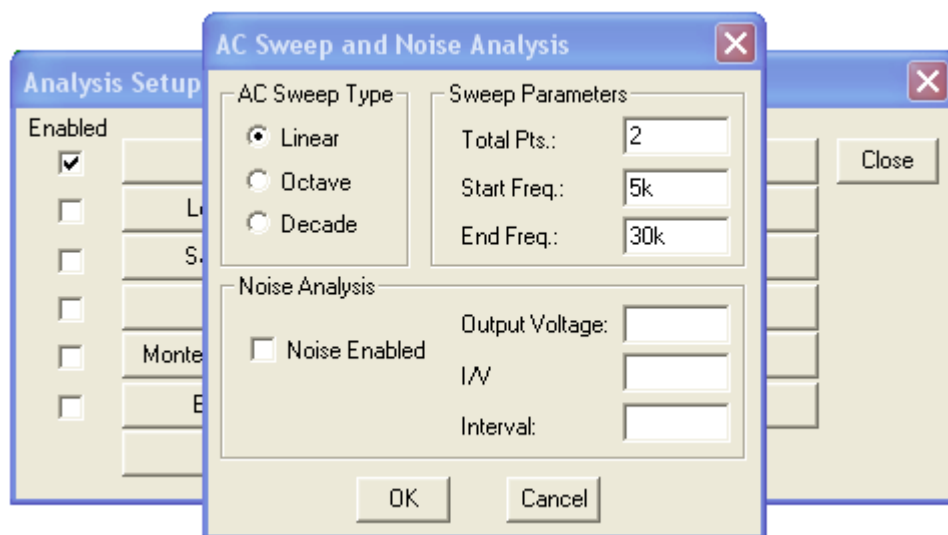

Рис.2. Окно задания режима частотного анализа
- г) конечную частоту расчёта **End Freq=30k** как показано на рис. 2. Закрываем окно нажатием клавиш **"OK"** и **"Close"**.